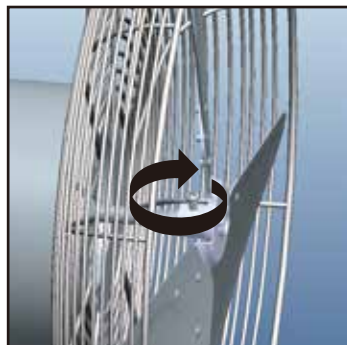

Figure 4.
4. Glissez la **Pale de ventilateur** sur l'axe du moteur. Resserrez la **Vis** sur l'ensemble des pales pour le fixer fermement à l'axe du moteur. Assurez-vous que l'extrémité de la vis est placée dans l'entaille plate sur l'axe. **Figure 4.**